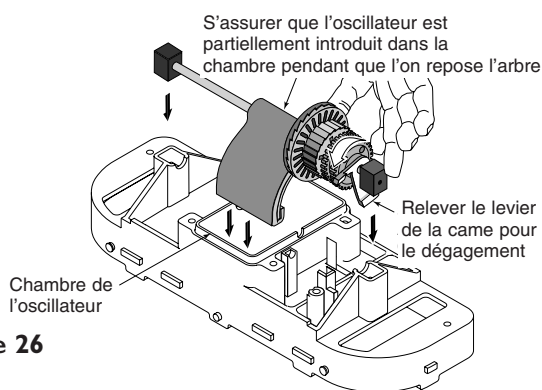

Figure 26
3. Reposer l'arbre long à pignons et les cales d'extrémité dans la tête du nettoyeur, le grand levier des cames étant orienté vers le bas (Figure 26).